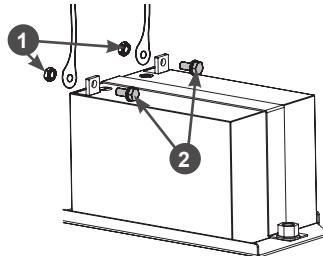

Рис. 9 Подключение аккумулятора
- Подключите клеммы силовых проводов к выводам аккумулятора (Рис. 9).